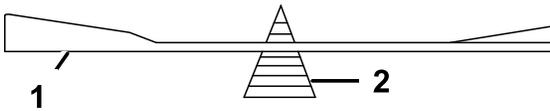

図 79
2. ブレードバランサーを使ってバランスを調べる 図 79。